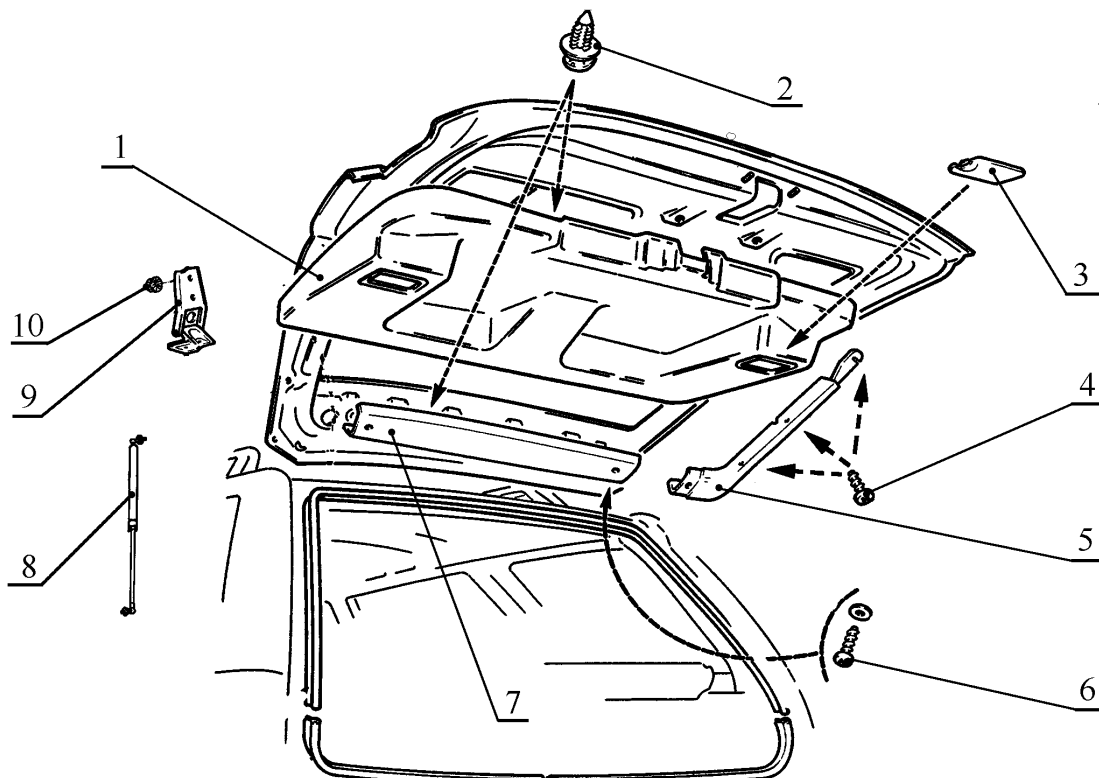

Рис.3. Обивки двери задка а/м ВАЗ-2111.
3.4 Снять обивку 1, рис.3, двери задка нижнюю в сборе с крышками 3 задних фонарей внутренних, преодолевая сопротивление пластмассовых держателей 2 (отвертка плоская).